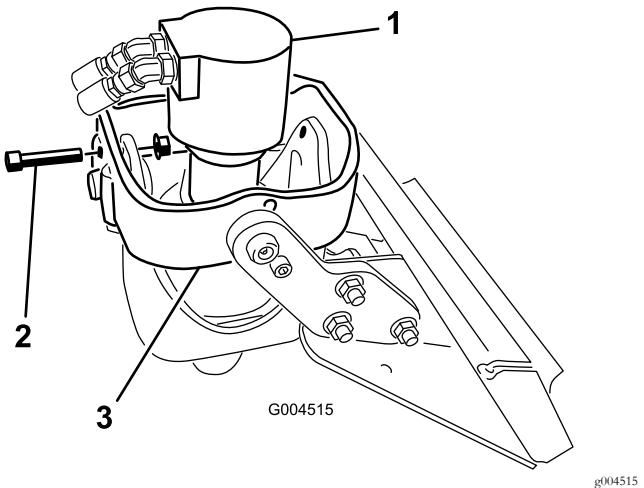

Figura 4
- Se state montando una trivella su una testata motrice modello 22806, posizionate la testata motrice in senso verticale, fate scorrere un bullone (1/2 x 2-1/2 poll.) nei fori dei bracci della base anteriori e fissatelo senza stringere con un dado flangiato (1/2 poll.) (Figura 4).